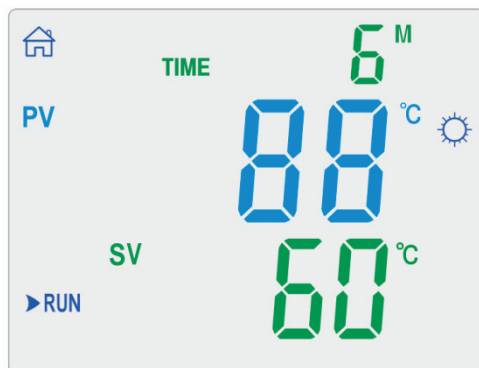

Рисунок 5
- 8.2.3. Ещё раз нажать кнопку «НАСТР», введённые значения температуры и времени будут автоматически сохранены, и начнётся процесс нагрева с заданными значениями температуры и времени (Рисунок 5). Отсчёт времени таймера начинается только по достижении заданной температуры, при этом на дисплее начинает мигать символ единицы времени (в данном случае – символ «M»).